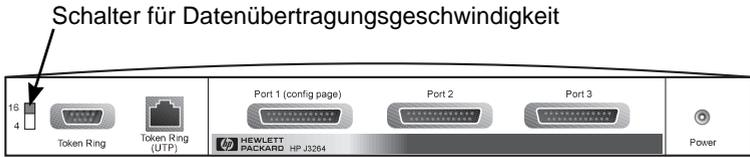

Abbildung 2.1 Einstellung des Schalters für die Token Ring-Datenübertragungsgeschwindigkeit beim Druckserver J3264A auf 16 MBit/s
3. Wenn Sie einen Token Ring-Druckserver (J3264A) verwenden, stellen Sie den Schalter für die Datenübertragung auf die entsprechende Geschwindigkeit (4 MBit/s oder 16 MBit/s) ein (siehe Abbildung 2.1). Nehmen Sie hierzu einen Kugelschreiber oder einen ähnlichen Gegenstand, und schieben Sie den Schalter nach oben (16 MBit/s) bzw. nach unten (4 MBit/s).